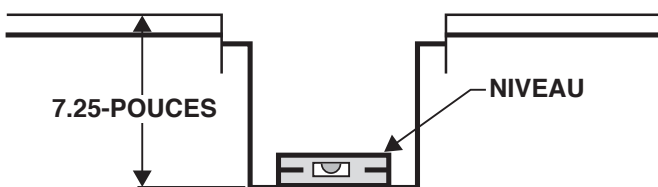

Figure 10D: Profondeur de montage du boîtier en U
6. Installez la boîte fabriquée de sorte que le bas à l'intérieur de la boîte soit à 7,25 po sous l'ouverture du plancher. Voir figure 10D.
7. Utilisez un niveau pour vérifier l'installation correcte de la boîte fabriquée. Voir figure 10D.